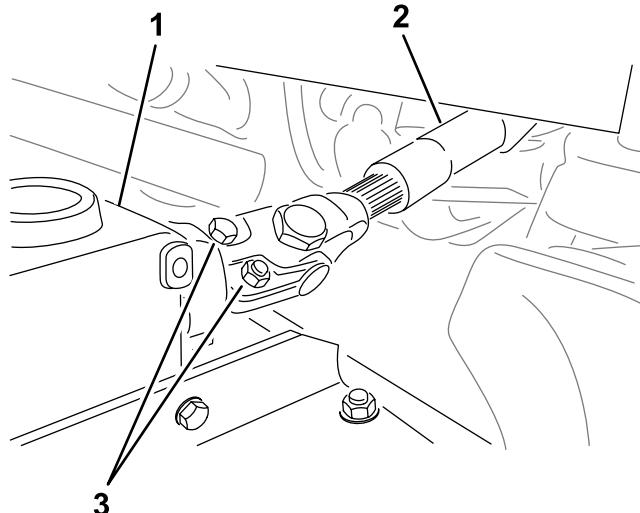

图 21
5. 从 PTO 轴卸下螺栓和螺母 图 21 将轴枢滑出齿轮箱。